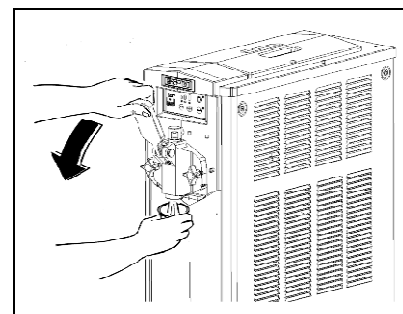

Fig. 5
- **V**acíe el cilindro y repita las mismas operaciones hasta que salga agua limpia (fig.5).